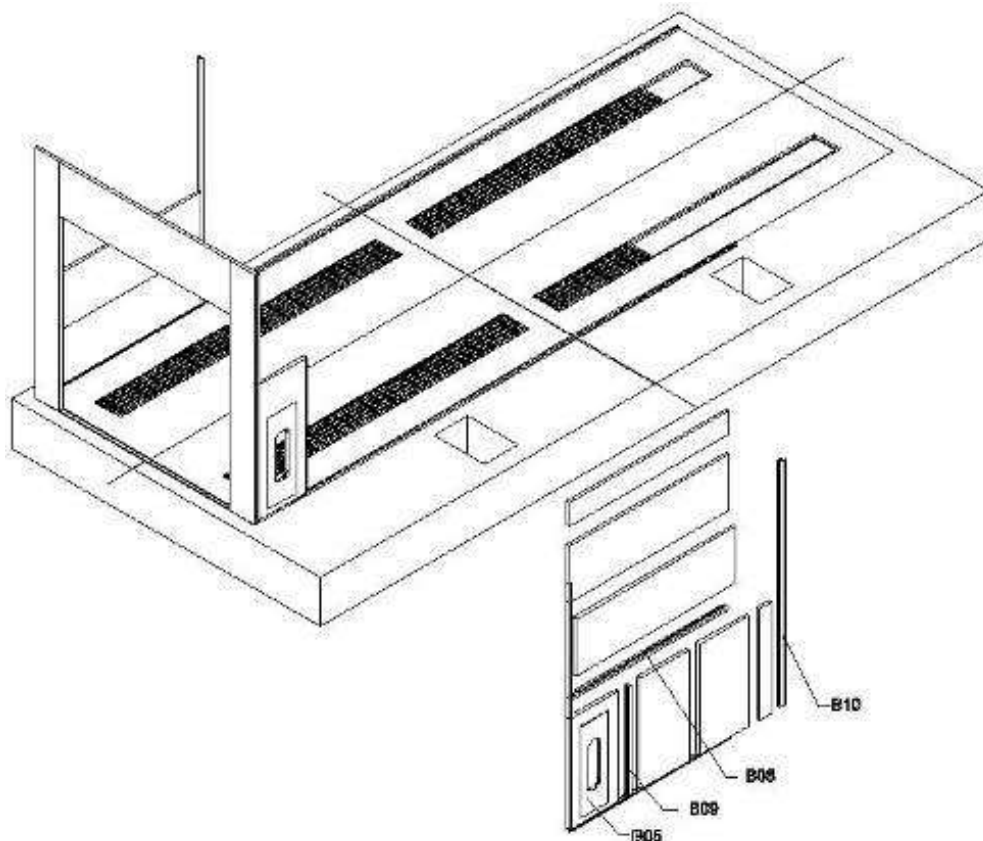

Рис. 2.5
3) Два рабочих устанавливают раму фронтальной двери на фронтальной панели. Один рабочий держит дверную раму, а другой поддерживает дверь безопасного выхода и боковую панель с другой стороны. Закрепите дверную раму гвоздями, см. рис. 2.5. Дверная рама должна быть в стабильном положении.